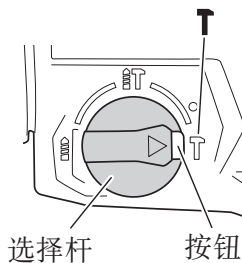

图 12
按压按钮，将选择杆转至“T”标记处，锤钻能以单纯锤钻模式工作。(图 12)
- (3) 将选择杆转至“T”标记处 (图 12)。